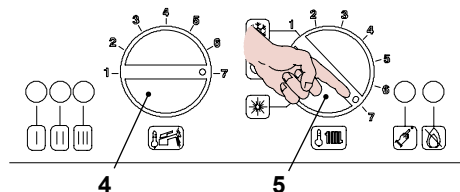

Figura 7.5
- Ruotare il selettore 5 come in Figura 7.5 .
- Ruotare il selettore 5 come in Figura 7.5